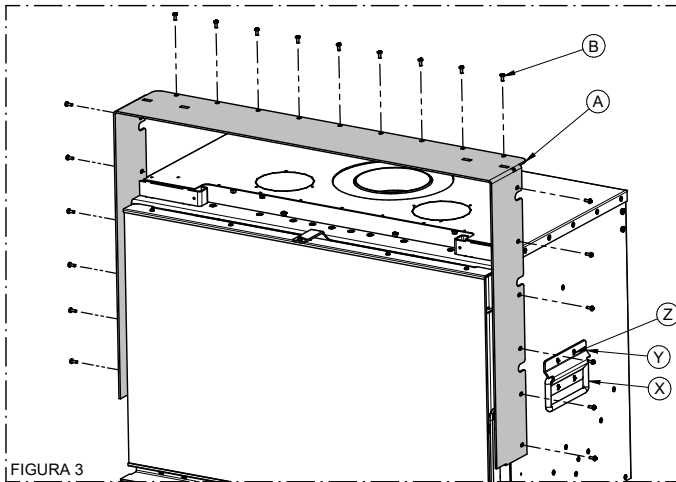

FIGURA 3
- 3) Haga pasar el cable del interruptor (L) a través del conducto correspondiente hasta hacerlo salir por la parte frontal. Conecte los cables en el orden indicado a los conectores del interruptor y empuje este último hasta encajarlo en el alojamiento correspondiente (véase la figura 3).
- 3) Ensamble el estribo E con los tornillos B, dejando una distancia entre el final del estribo y la parte trasera del insertable de aproximadamente 16 mm (véase la figura 3).
- 3) Desmonte el marco A, desenroscando los tornillos B, y las manijas X, desenroscando los tornillos Z (véase la figura 3).